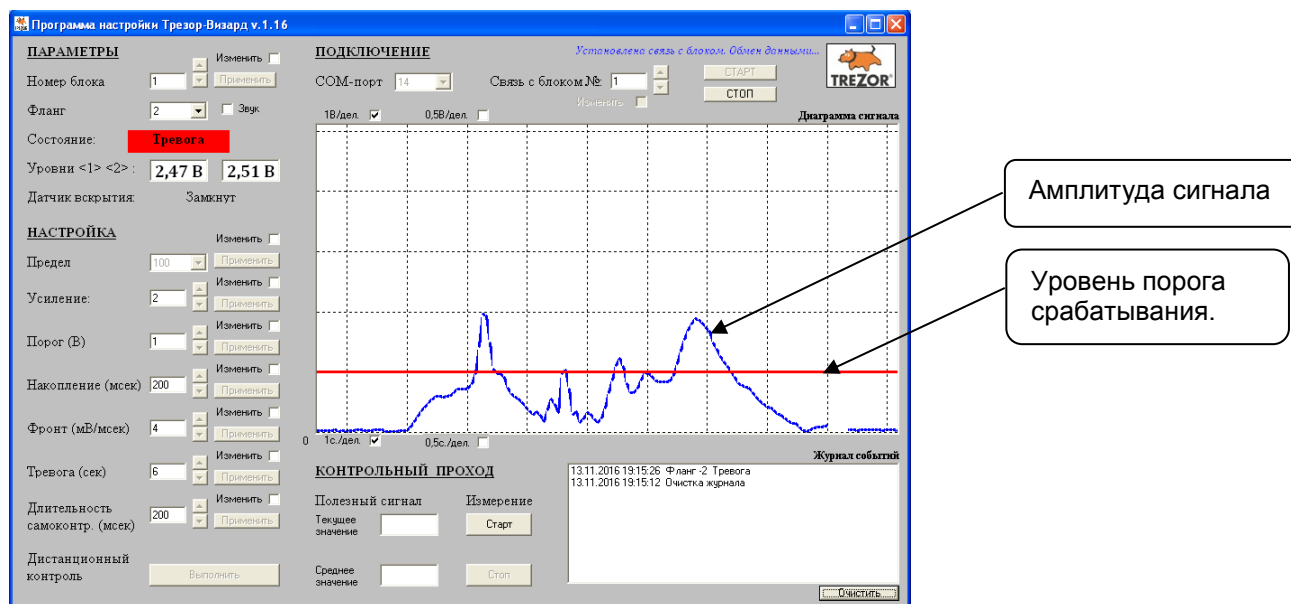

Рис.4
4.1.5. При удачном соединении на панели программы отображается (рис.4):
В окне «Диаграмма сигнала» отображается значение «полезного» сигнала в режиме реального времени и уровень заданного порога. В поле «журнал событий» регистрируются события по текущему флангу и действия оператора (рис.4).